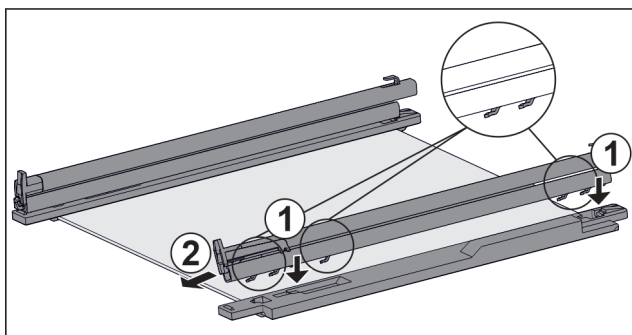

Fig. 131 Скляна пластина з рейками та деталями для підтримки
- ▶ Одягти гаки рейки на отвори **лівої** деталі для підтримки. Fig. 131 (1)
- ▶ Потягніть рейку вперед. Fig. 131 (2)
- ▶ Одягти гаки рейки на отвори **правої** деталі для підтримки. Fig. 131 (1)